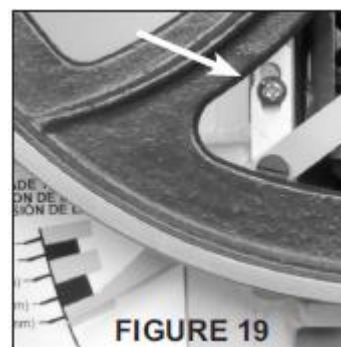

Рис. 19
1. При умеренном натяжении лезвия ослабьте регулировочный винт (#13A) с помощью крестообразной отвертки (рис. 19, Б).